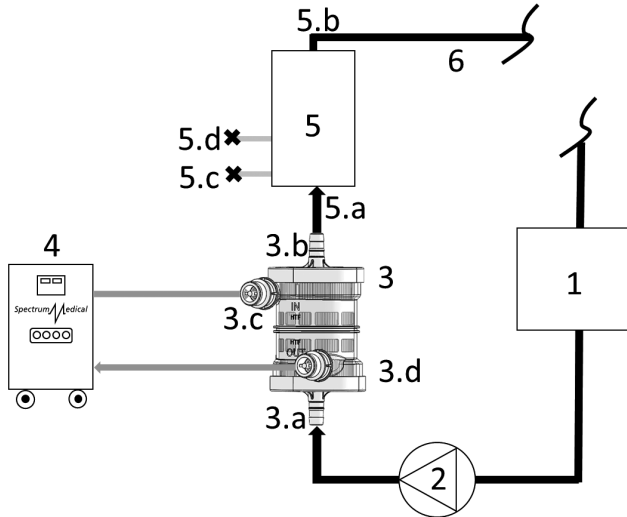

Fig. 2
- Verificare la presenza dell'O-Ring sui connettori HTF (ref. 3c e 3d Fig. 2).
4. Togliere le capsule di protezione dai connettori lato HTF del dispositivo (ref.3c e 3d Fig.2).
5. Connettere i tubi del termocircolatore Quantum Heater-Cooler System di Spectrum Medical (ref.4 Fig.2) al dispositivo (ref. 3c e 3d Fig.2) attraverso i connettori femmina ad aggancio rapido.
1. Connettere il dispositivo al circuito extracorporeo come indicato in Fig.2.
2. Posizionare il dispositivo tra la pompa arteriosa (ref.2 Fig.2) e l'ingresso dell'ossigenatore (ref.5 Fig.2) come indicato in Fig.2
3. Rimuovere la capsula di protezione dal connettore di ingresso sangue (ref 3a Fig.2).
5. Rimuovere la capsula di protezione dal connettore di uscita sangue (ref.3b Fig.2).